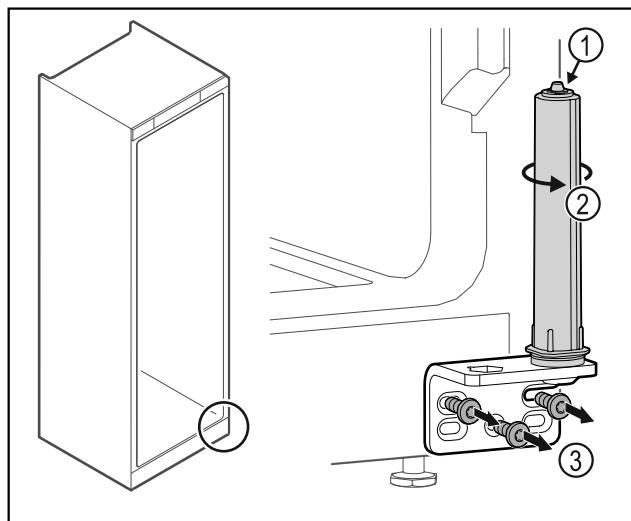

Fig. 51
- Не разбирайте систему закрытия двери Fig. 51 (1).
- ▶ Поворачивайте систему закрытия Fig. 51 (2) до щелчка.
- ▶ Отвинтите шарнирные уголки Fig. 51 (3).